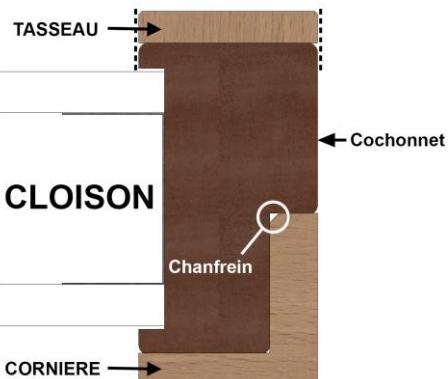

Figure 3
- Avec feuillure : figure 3
- **Cornière :** Retirer le film adhésif du double-face et emboîter la cornière au montant de l'huisserie en l'appuyant contre, côté le plus court en fond de feuillure contre le cochet (voir **figures 3 & 4** à la page 9).
- **Tasseau sur parement :** Retirer le film adhésif du double-face et positionner le tasseau d'habillage de manière à ce qu'il soit affleurant aux bords de l'huisserie (voir **figures 3 & 5** à la page 9).
- **Tasseau sur parement :** Retirer le film adhésif du double face et positionner le tasseau d'habillage sur le parement de la traverse de manière à ce qu'il soit affleurant aux bords de l'huisserie en l'insérant entre les deux autres tasseaux déjà en place sur les montants (voir figures 3 & 5 à la page 9).
- **Cornière :** Retirer le film adhésif du double-face et insérer la cornière d'habillage entre les deux autres cornières déjà en place sur les montants, en l'emboitant à l'angle de la traverse côté double face recouvrant ainsi le parement et comblant la feuillure de l'huisserie existante (voir **figures 3 & 4** à la page 9).